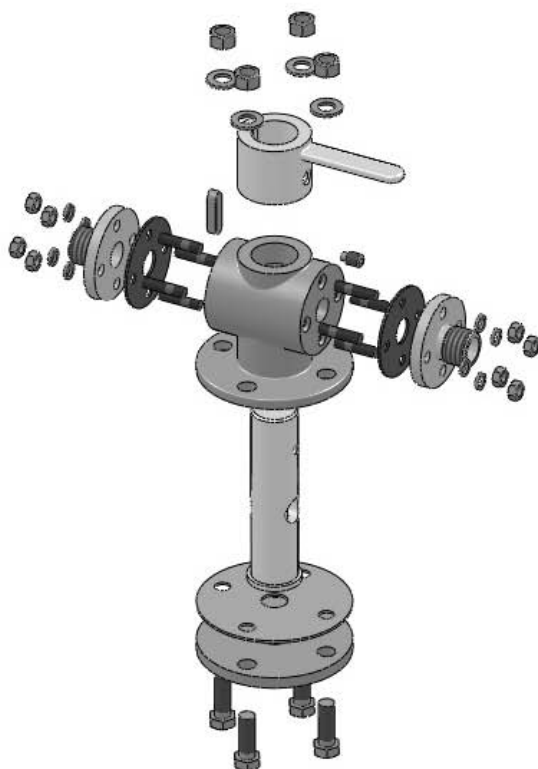

Рис. 6.51. Разнесенная сборка крана
7. Аналогично разнесите компоненты болтового соединения (рис. 6.51).